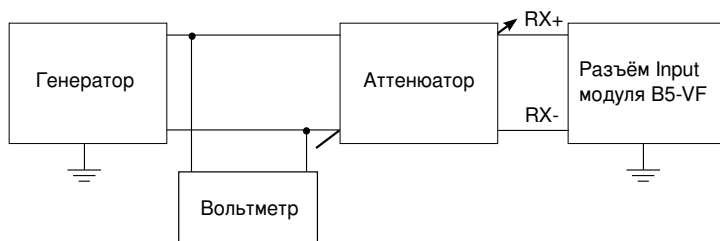

Рис. 9.5. Схема подключения
2) Определение основной абсолютной погрешности измерения уровня сигнала ИУ в диапазоне $-5...-45$ дБ проводят методом сравнения показания поверяемого прибора с эталонным вольтметром и аттенюатором. Схема подключения прибора приведена на рис. 9.5.